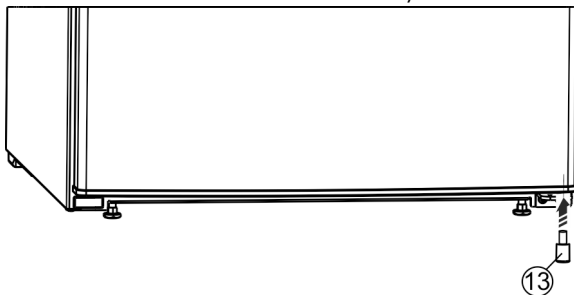

Fig. 27*
- ▶ Element dystansowy Fig. 27 (13) włożyć ponownie do drzwi na dole po prawej stronie, ponieważ jest on istotny dla zachowania stabilności urządzenia.*